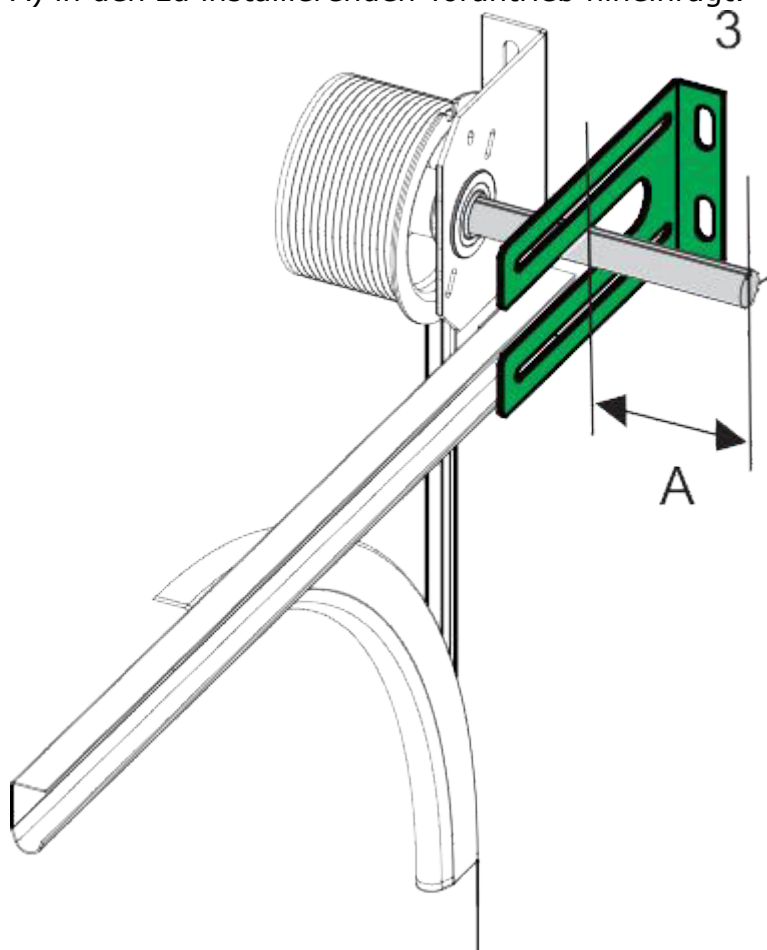

Abb. 1
3. Montieren Sie die Drehmoment-Halterung (3) wie in Abb. 1 mit geeigneten Befestigungsmaterial für die Wandausführung.